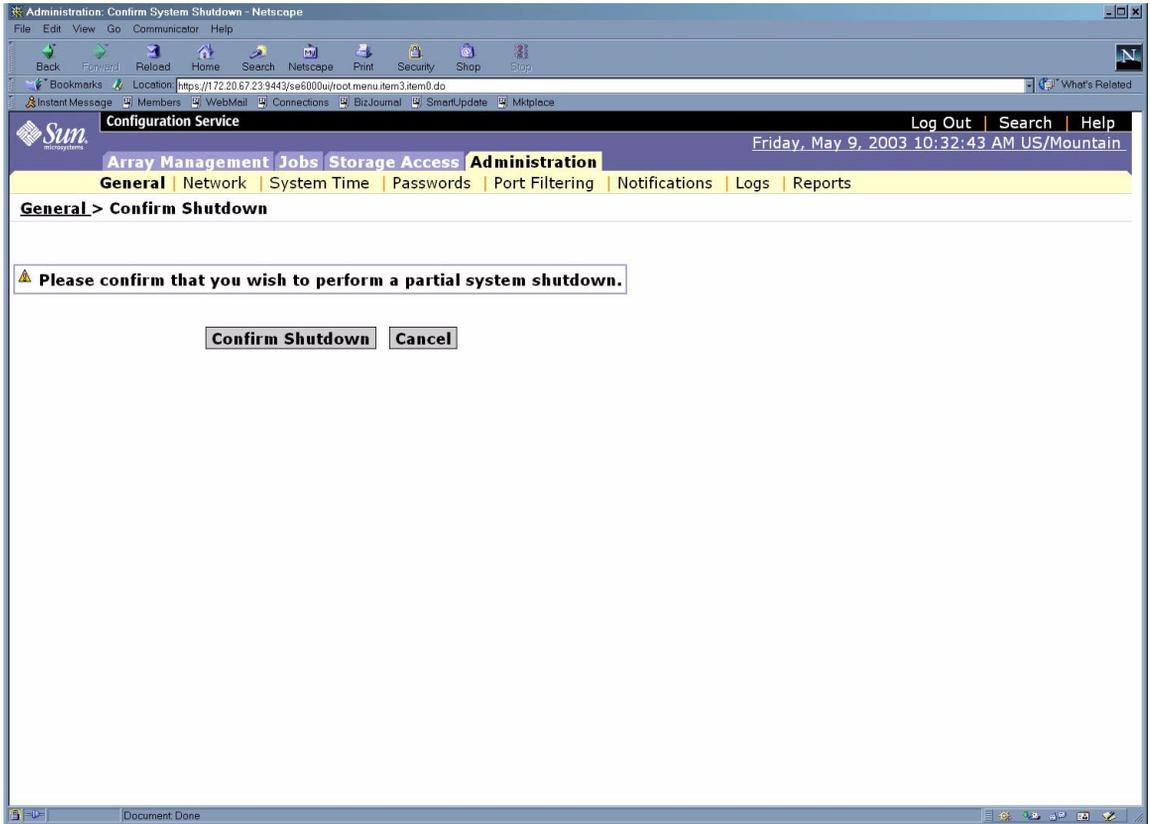

图 B-10 确认部分关闭系统
4. 屏幕上将显示如图 B-10 所示的 **Partial Shutdown Confirmation**（部分关闭系统确认）窗口。确认部分关闭系统。